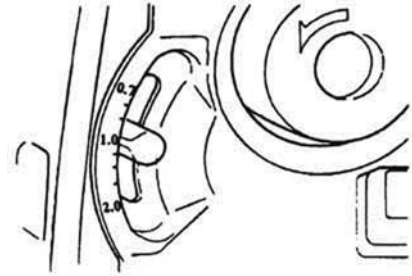

Fig. 42
❶ Remarque :
Lorsque le levier d'alimentation différentielle ❹ se trouve en position "1.0", cela correspond à un rapport d'alimentation différentielle de 1:1. Les deux jeux de crémaillères se déplacent à la même vitesse (Fig. 42).